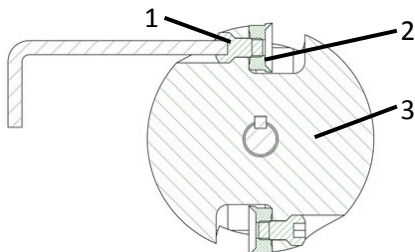

Abb. 10: Messer wechseln
- > Lösen Sie die Messerschrauben (1 – Abb.10) am Fräskopf (3 – Abb.10) mit einem Innensechskantschlüssel 6 mm.
- > Tauschen Sie die Rundmesser (2 – Abb.10) oder drehen Sie die Rundmesser um 180°.